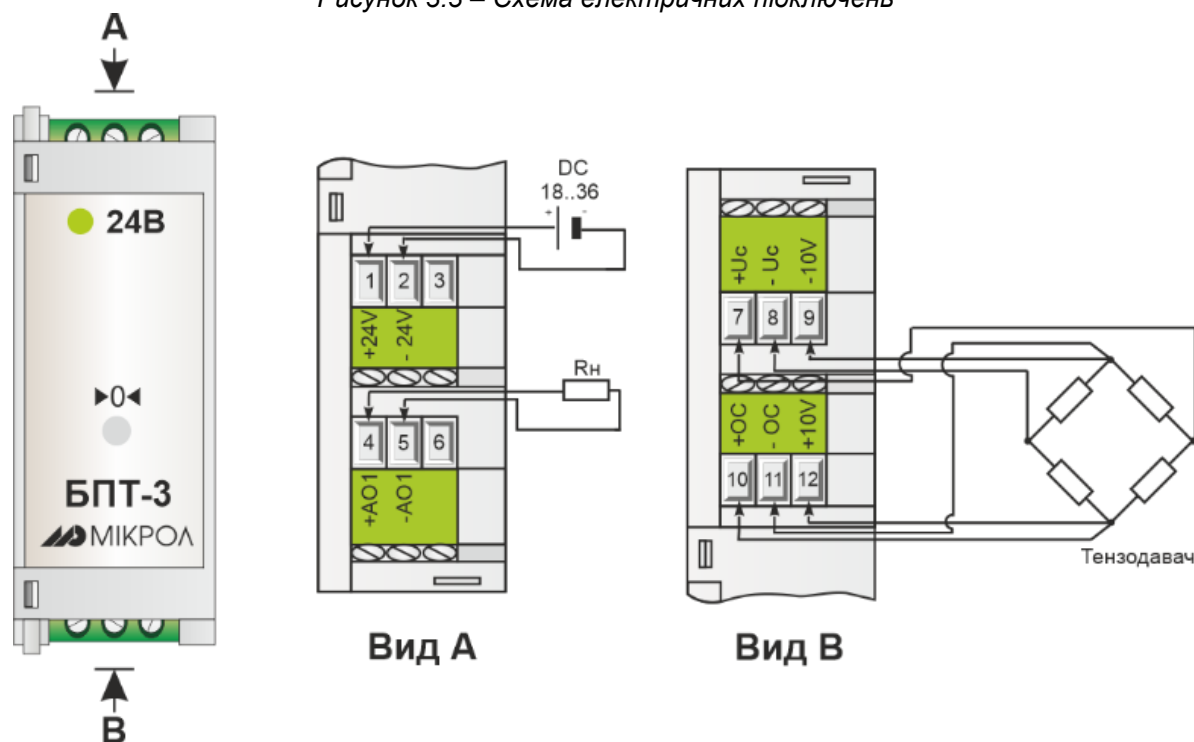

Рисунок 3.4 – Схема електричних підключень
3.3.1 Підключіть вхідні та вихідні ланцюги згідно з рис. 3.4.